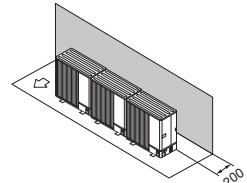

Fig. 2-13
- ① Obstacole numai în spate (Fig. 2-13)